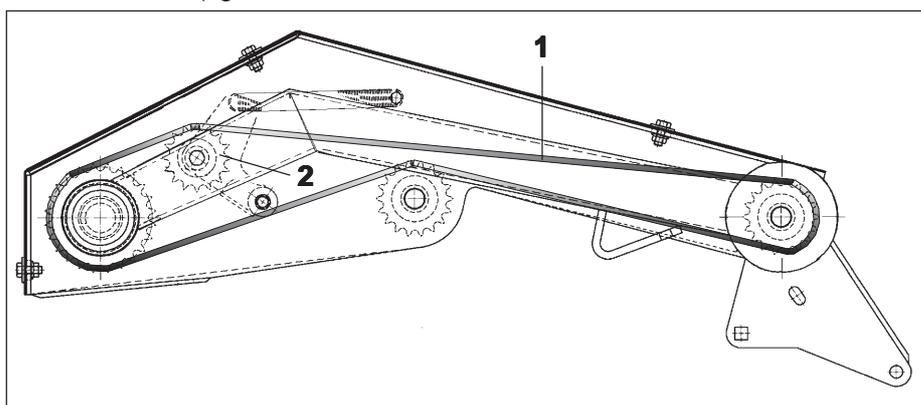

Fig. 50.5
- Levantar la cúpula (fig. 50.5/1) de la cabeza distribuidora para proceder a su limpieza.